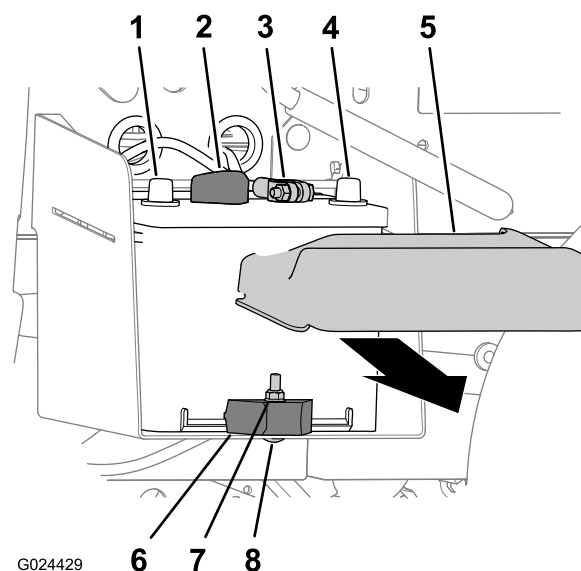

Figure 34
1. Appuyez de chaque côté du couvercle de la batterie et enlevez le couvercle en haut de la batterie (Figure 34).
2. Débranchez le câble négatif de la borne de la batterie (Figure 34).
3. Débranchez le câble positif de la borne de la batterie (Figure 34).
- Retirez le contre-écrou, le boulon de carrosserie et la barrette qui fixent la batterie à son support (Figure 34).
- Déposez la batterie de son support (Figure 34).
- Placez la batterie sur son support sur la machine (Figure 34).
Remarque: Vérifiez que les bornes positive et négative de la batterie sont alignées, comme montré à la Figure 34.
- Fixez la batterie à son support à l'aide de la barrette de maintien, du boulon de carrosserie et du contre-écrou (Figure 34).
- Branchez le câble positif à la borne de la batterie (Figure 34).
- Branchez le câble négatif à la borne de la batterie (Figure 34).
- Posez le couvercle sur la batterie (Figure 34).